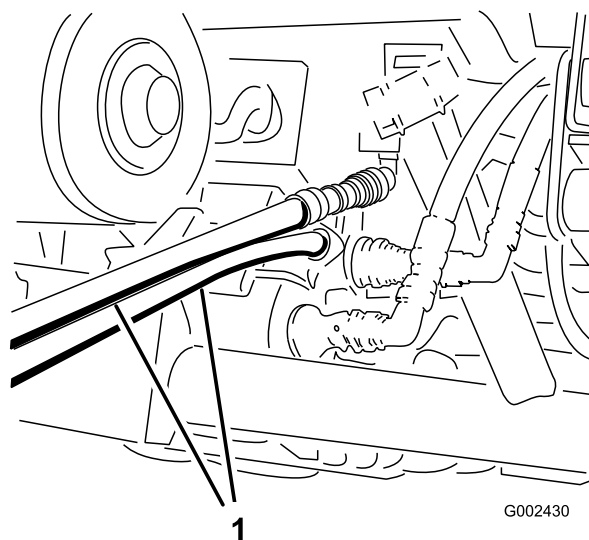

Figure 82
4. Sur l'autre véhicule, branchez les deux flexibles au raccord se trouvant encore dans le support. Raccordez le flexible supérieur au raccord supérieur et le flexible inférieur au raccord inférieur (Figure 82). Obturez les deux raccords inutilisés.